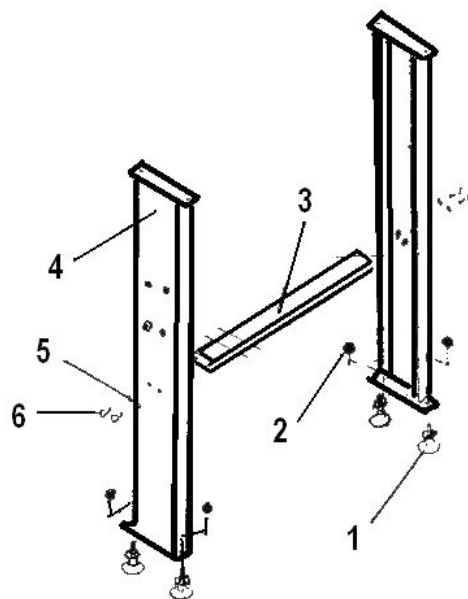

Fig. 1
1. Fixez 4 pieds de support (1) au bas des pieds de support à l'aide d'un écrou hexagonal (2), placez une entretoise entre ces deux pieds de support, en les fixant avec 4 boulons hexagonaux M8x12 et 4 rondelles. Voir la figure 1.